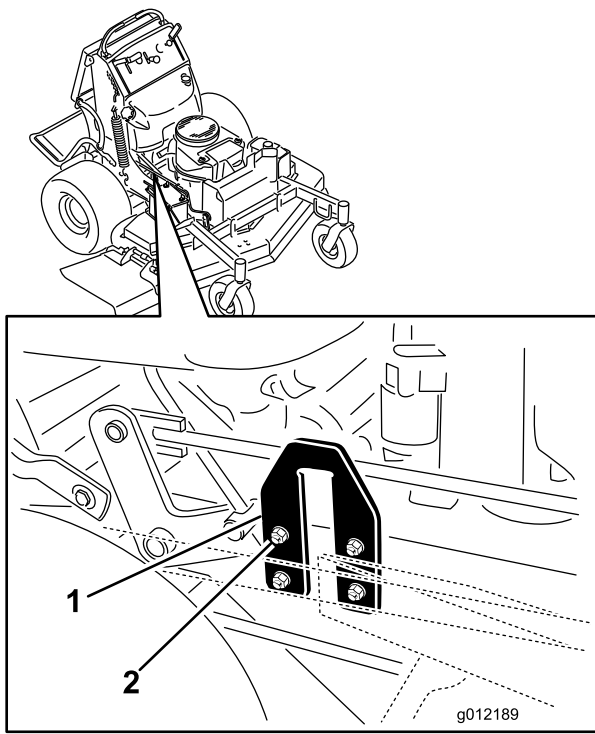

Figura 84
2. Individuate le piastre a U sul lato della scocca del motore (Figura 84).
3. Allentate la piastra a U da un lato e regolatela longitudinalmente per differenziare tra le misure **B** e **C** non più di 6 mm (Figura 84).